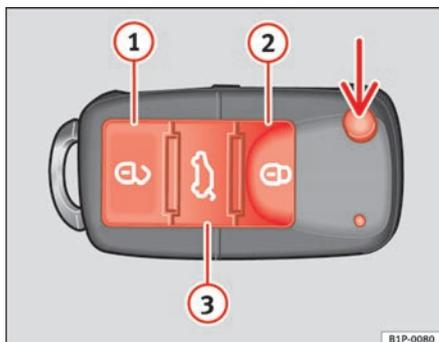

Fig. 64 Affectation des touches de la clé à radiocommande
La touche \Rightarrow fig. 64 (flèche) de la radiocommande permet de débloquent le panneton de la clé.
Déverrouillage du véhicule \Rightarrow fig. 64 ①.
Verrouillage du véhicule \Rightarrow fig. 64 ②.
Déverrouillage du coffre. Appuyer sur la touche \Rightarrow fig. 64 ③ jusqu'à ce que tous les clignotants du véhicule s'allument brièvement. Après avoir appuyé sur la touche de déverrouillage \Rightarrow ③, vous disposez de 2 minutes pour ouvrir le coffre. Une fois ce temps écoulé, il se verrouillera de nouveau.
D'autre part, le témoin de la pile de la clé \Rightarrow fig. 64, clignotera.
En appuyant une fois sur la touche \Rightarrow fig. 64 ①, seule la porte du conducteur s'ouvrira, et les autres portes resteront fermées. \blacktriangleright
Appuyez deux fois sur la touche  ⇒ page 105, fig. 64  pour déverrouiller toutes les portes.
⇒ page 105, fig. 64 depuis la serrure de la porte du conducteur.